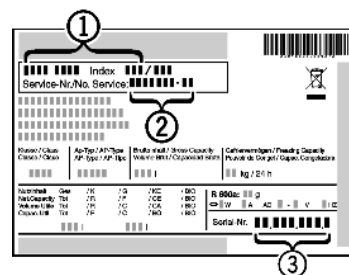

Fig. 10
- ▶ Наименование устройства, Fig. 10 (1), сервисный № Fig. 10 (2) и серийный № Fig. 10 (3) считайте с заводской таблички. Заводская табличка находится внутри устройства слева.
- ▶ Обратитесь в сервисную службу и сообщите вид неисправности, наименование устройства, Fig. 10 (1), сервисный № Fig. 10 (2) и серийный № Fig. 10 (3).